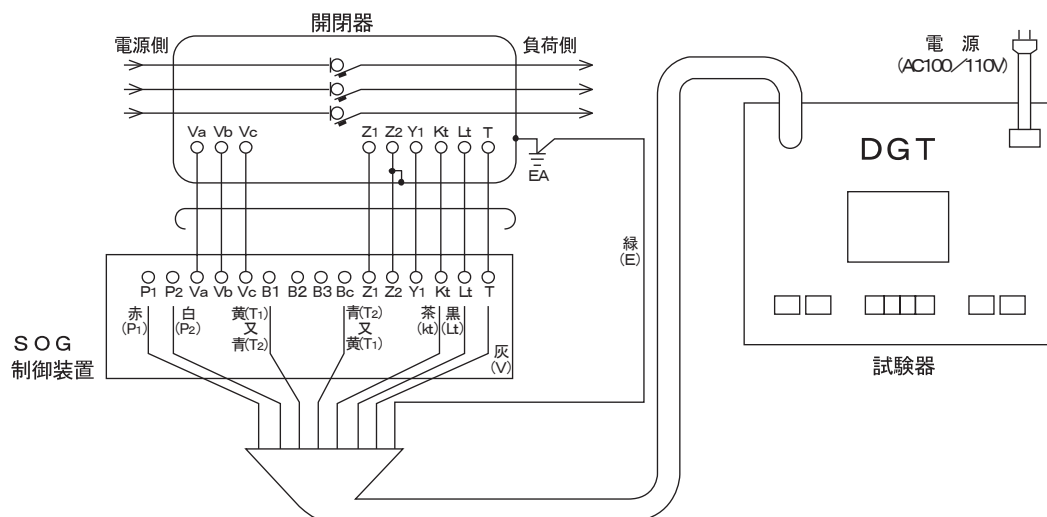

図 15 戸上電機製作所製 (DGT) によるテスト回路の一例
- ③ 図 15、16、17 の試験回路は SOG 制御装置だけの地絡動作時間測定となります。
- ④ 動作試験については開閉器が投入された状態でも可能ですが、開閉器をトリップさせない時は制御線 Va、Vb、Vc を SOG 制御装置の端子台から外してください。